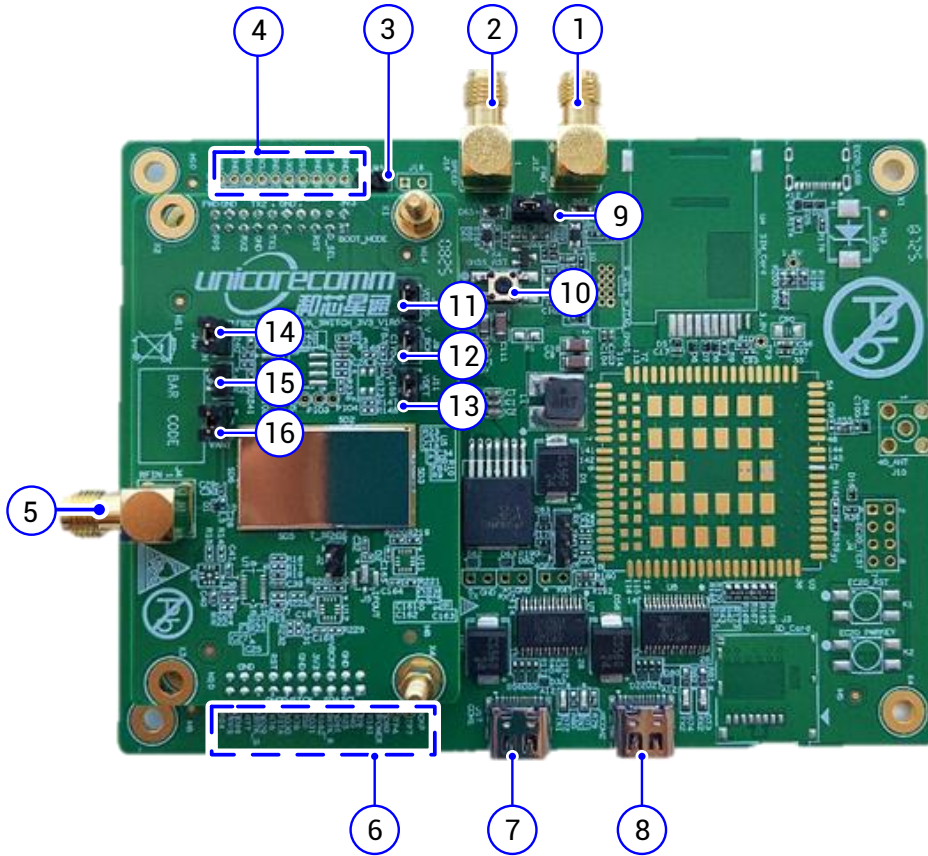

图 3-1 EVK 板
支持两个 Type-C USB2.0 供电及通信接口(J17 和 J6)，如图 3-1 (7)和(8)。